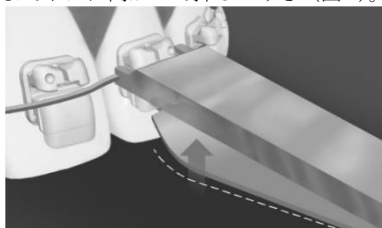

図3
- (3) 開閉用 インスツルメントのポインターを、ドアが閉まるまでドアに向かって押しつける (図3)。